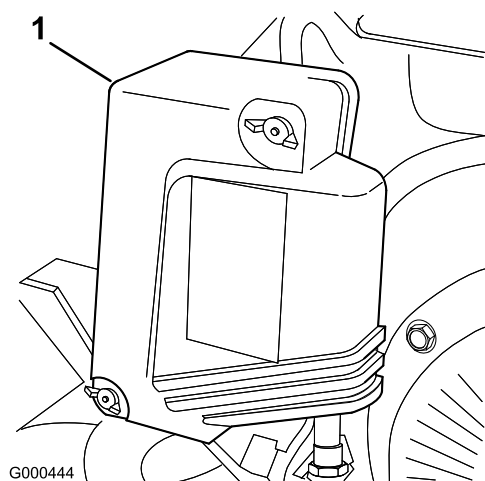

図 23
2. エア・クリーナ・カバーの蝶ナットを取り、カバーを外す (図 23)。